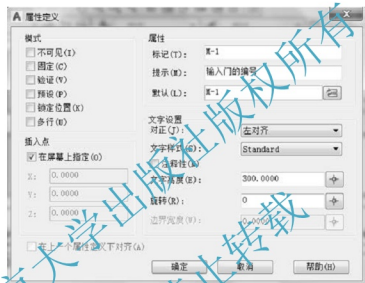

图 3.67 【属性定义】对话框的设定
(1) 执行菜单栏中的【绘图】|【块】|【属性定义】命令，则打开了【属性定义】对话框。
(2) 如图 3.67 所示，设定【属性定义】对话框后单击【确定】按钮，对话框关闭，此时门编号“M-1”的左下角点附着到光标处，这是因为对话框中【文字选项】选项区中的【对正】方式为左对齐。
- 在图 3.67 中,【属性定义】对话框中的【值】文本框内设定的,是插入图块时命令行出现的属性的默认值。通常将经常使用的属性值或较复杂的属性值设定为默认值。
- 在图 3.67 中,【属性定义】对话框中不要勾选【锁定位置】复选框,否则被插入“门”图块的编号位置会被锁定,无法修改。
注意,在第(6)步中命令行出现的“输入门的编号<M-1>:”是图 3.67 中自己设定的提示(输入门的编号)和值(M-1)。